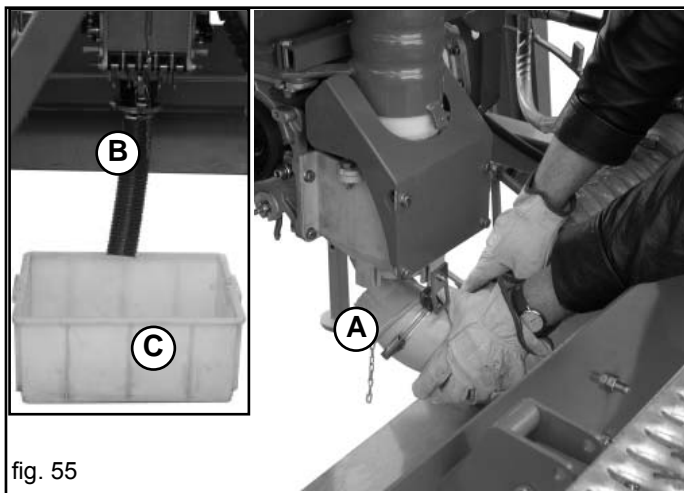

fig. 55
- 2) Quite la curva situada debajo del canal del inyector (A, Fig. 55), aflojando el cierre rápido.
- 3) Conecte en la misma posición el tubo de recogida suministrado con la máquina (B Fig. 55) y en el extremo opuesto del tubo coloque un recipiente de recogida (C ig. 55).